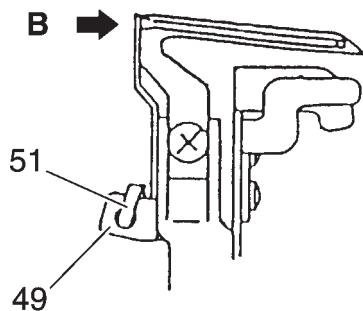

Рис. 38
- Ослабьте крепежный винт 51 (рис. 38).